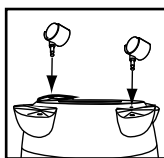

FIGURE 7
7. Insérez les roulettes de maintenance dans les porte-roulettes en insérant les tiges des roulettes dans les trous pratiqués. Imprimez une pression vers le bas et un mouvement rotatif jusqu'à ce que les roulettes s'enclenchent en position. **FIGURE 7**. Remettez le réservoir en position verticale.
en position. **FIGURE 7**. Remettez le réservoir en position verticale.